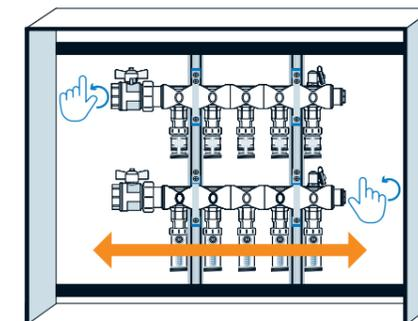

Figure 7: Ensemble collecteur à l'équerre et de niveau
5. Remettez l'ensemble collecteur à l'équerre et au niveau (voir **Figure 7**).